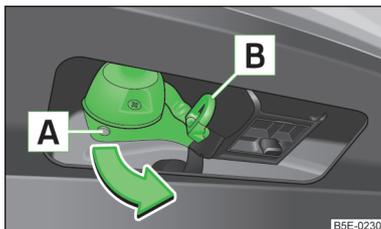

Abb. 157
- › Die 13-polige Steckdose im Bereich **A** fassen und in Pfeilrichtung ausschwenken » Abb. 157.
- › Die 13-polige Steckdose im Bereich **A** fassen und entgegen der Pfeilrichtung einschwenken » Abb. 157.
Die Sicherungsöse **B** » Abb. 157 dient zum Einhängen des Abreißseils des Anhängers.